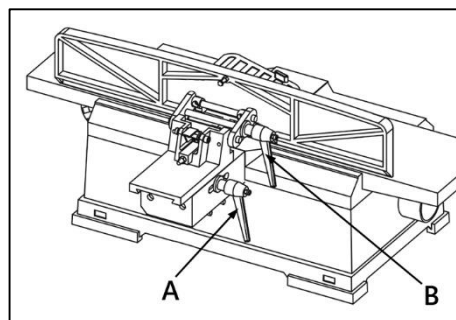
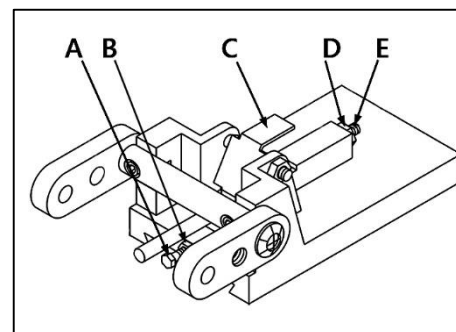

Рисунок 9.
Рисунок 10.
Для перемещения параллельного упора вдоль стола необходимо ослабить рукоятку (А) (рис. 9) и установить необходимое положение параллельного упора. После затяните рукоятку.
Для данной настройки отключите станок от электросети, расположите параллельный упор под углом 90 градусов относительно стола. Затем затяните рукоятку (В) (рис. 9). Для проверки прямого угла, расположите слесарный угольник С на столе и прижмите к параллельному упору.
Для настройки ослабьте рукоятку (В) (рис. 9) и стопорную гайку (D) (рис. 10). Поворачивайте регулировочный винт (Е) до тех пор, пока не будет достигнут нужный угол. Затяните рукоятку и стопорную гайку.
Чтобы выполнить данную настройку, отключите станок от электросети, ослабьте рукоятку В (рис. 9). Наклоните параллельный упор во внешнюю сторону насколько это возможно и затяните рукоятку. Используя слесарный угольник, проверьте, что угол направляющей параллельного упора к столу составляет 135 градусов.
Для настройки, ослабьте рукоятку и ослабьте фиксирующий винт ограничителя (С) (рис. 10). Корректируйте положение ограничителя до тех пор, пока не будет настроен необходимый угол. Затяните рукоятку и фиксирующий винт.
Чтобы выполнить данную настройку, отключите станок от электросети, ослабьте блокирующую рукоятку В (рис. 9). Наклоните параллельный упор во внутреннюю сторону насколько это возможно и затяните рукоятку. Используя слесарный угольник, проверьте, что угол направляющей параллельного упора к столу составляет 45 градусов.
Для настройки, ослабьте рукоятку (В) (рис. 9) и стопорную гайку (В) (рис. 10) регулировочного болта (А). Поворачивайте болт до тех пор, пока не будет достигнут нужный угол. Затяните рукоятку и стопорную гайку.